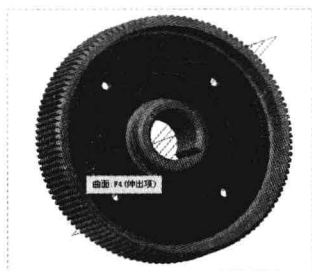

图 9-59 选择参考平面
Step 07 执行操作后,在模型上选择参考平面,如图 9-59 所示,单击“应用并保存在工具中所做的所有更改,然后关闭工具操控板”按钮。